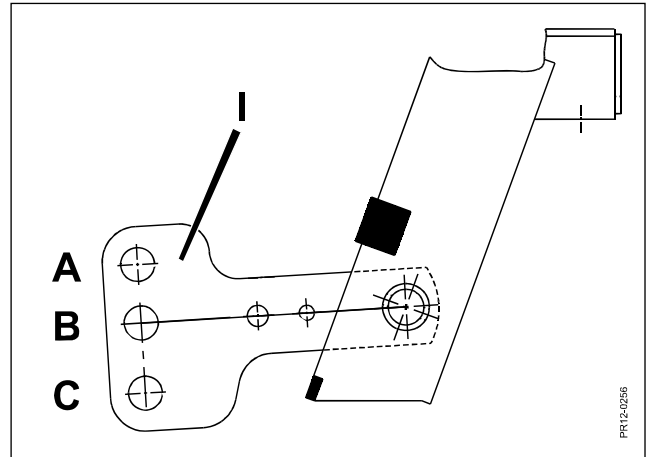

Fig. 2-11
- Fig. 2-11 2) Das mittlere Loch **B** in dem Schwenkarm **I** an der linken Anbaustelle wählen.